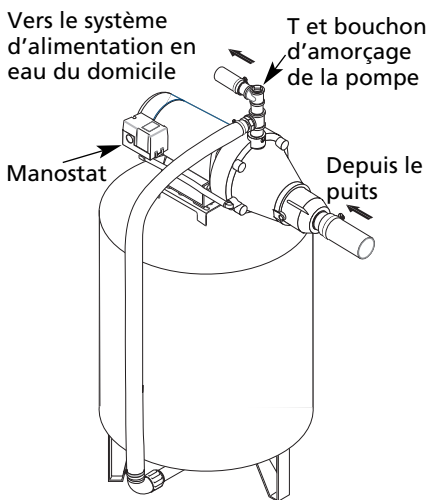

Figure 6 – Raccordement du réservoir de précharge
(Voir Figure 6)
1. Raccorder deux T à l'orifice de refoulement de la pompe (voir Figure 6). Le diamètre du tuyau doit être au moins égal à celui de l'orifice de refoulement.